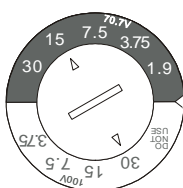

Figura 10
Paso 7 – Ajuste el selector de potencias localizado en la parte frontal del baffle. Hágalo antes de insertar la rejilla. (Figura 10)